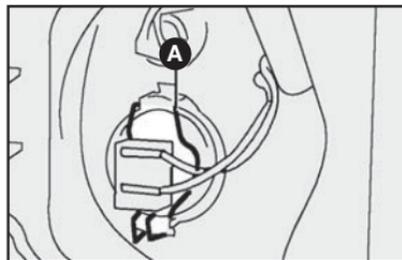

fig. 15
3) quitar el portalámparas presionando las presillas **A-fig. 15** abriéndolas lateralmente;